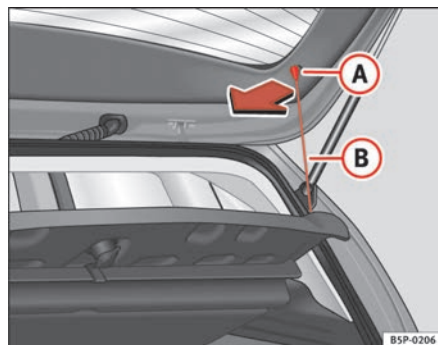

Abb. 124 Hutablage
- Die Streben $\Rightarrow$ Abb. 124 **B** aus den Aufnahmen **A** aushängen.